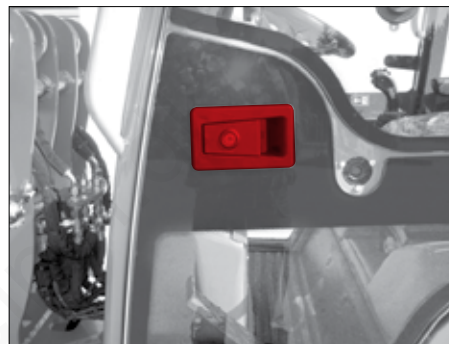

Fig. 20
- Åbn kabinedøren udefra ved at trække i døråbneren (Fig. 20/1).
- Åbn døren indefra ved at „trykke låsearmen ned“ (Fig. 20/2).